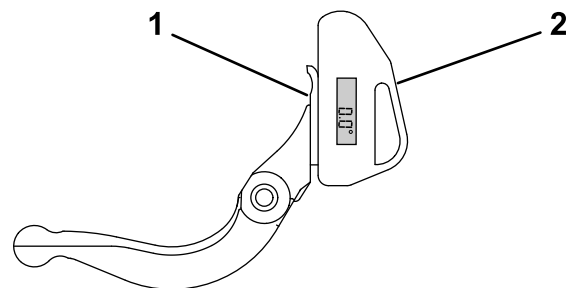

Figure 28
1. Placez l'indicateur d'angle sur le côté inférieur de la contre-lame, comme montré à la Figure 28.